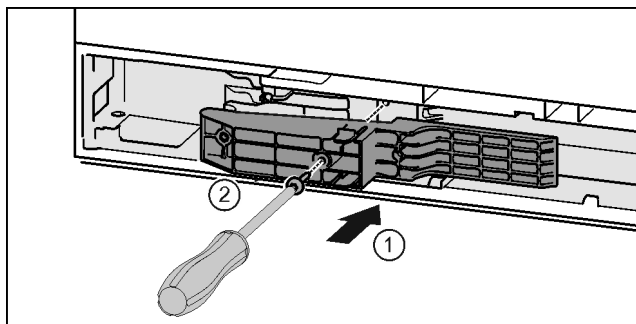

Fig. 45 \*
- ▶ Adaptér na straně madla vložte do vybrání. Fig. 45 (1)\*
- ▶ Šroubovákem T15 pevně utáhněte šrouby. Fig. 45 (2)\*